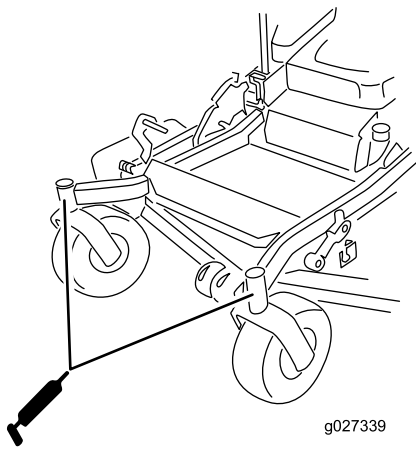

Figure 41
10. Sortez le graisseur de l'orifice. Remettez le bouchon hexagonal et le capuchon antipoussière en place (Figure 41).